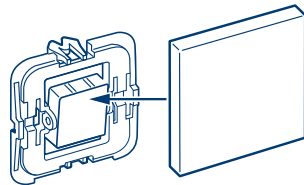

Abbildung 5
- Montieren Sie den passenden Adapter auf Ihre Wippe (**s. Abbildung 5**), aber setzen Sie die Wippe noch nicht wieder auf. Binden Sie die Lichtsteuerung zuerst in das Smart Home System ein, wie es in Kapitel 8 Installation und Inbetriebnahme beschrieben. Eine Übersicht passender Adapter finden Sie in Kapitel 5.